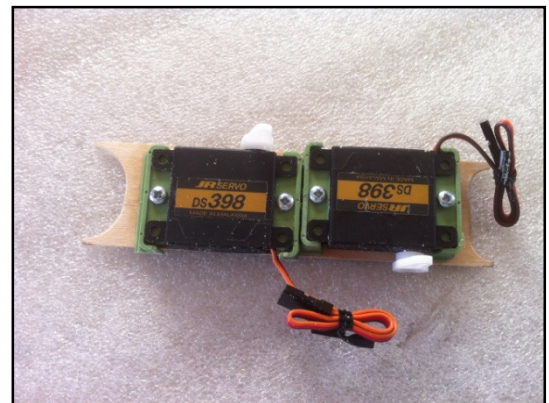

Рис.5 – Подготовленная плата с машинками
- 8) Подготовьте плату для установки машинок как на фото (Рис.5)